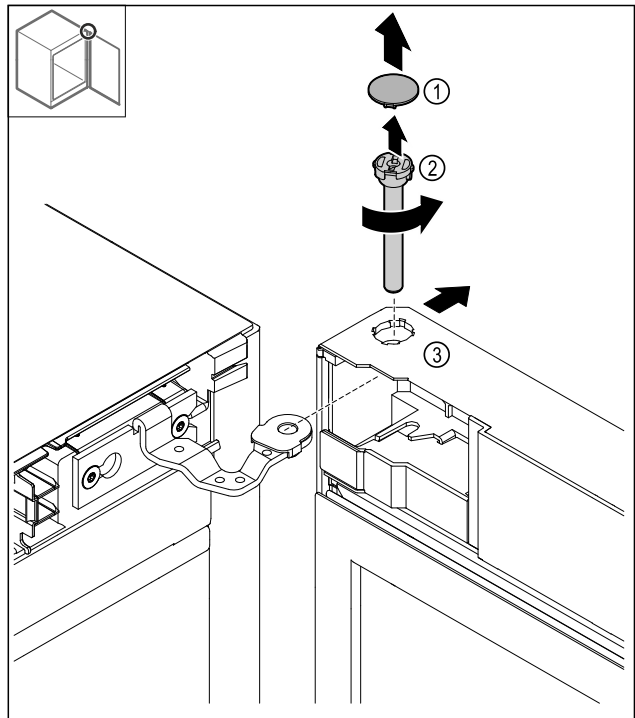

Fig. 18
- Zložte kryt Fig. 18 (1).
- Uvoľníte čap Fig. 18 (2) proti smeru hodinových ručičiek a vytiahnete ho.
- Zľahka naklopte dvere Fig. 18 (3).